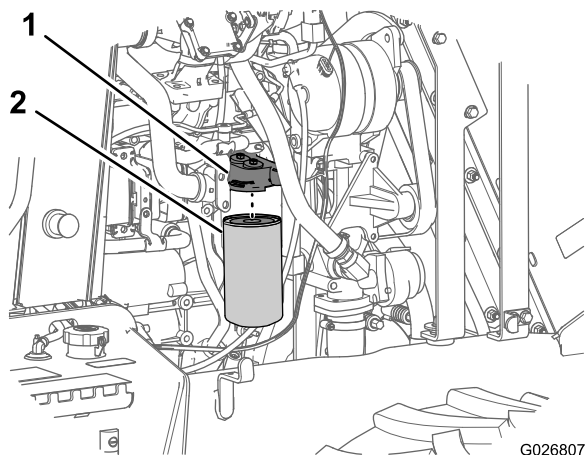

Figura 66
2. Posicione uma pequena bandeja de drenagem sob o filtro de óleo (Figura 66).
3. Gire o filtro de óleo à esquerda e remova-o (Figura 66).
7. Alinhe o novo filtro de óleo ao cabeçote do filtro de óleo e gire o filtro à direita até que a vedação do filtro de óleo entre em contato com a cabeça (Figura 66).
8. Aperte o filtro de óleo com a mão, dando de 3/4 a 1 volta completa (Figura 66).